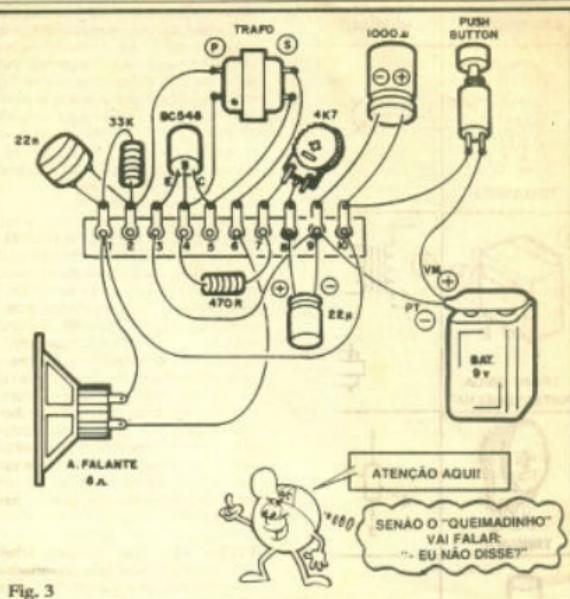

Fig. 3
- FIG. 3 - "Chapeado" da montagem (vista real das peças e suas interligações, sobre a "ponte" de terminais...). Atenção às ligações do transistor, transformador, polaridade dos capacitores eletrolíticos e da alimentação (fios que vêm da bateria). Aqui valem os "truques" já enumerados nas "Aulas" e "Lições" anteriores, que facilitam a montagem e previnem erros, inversões e "esquecimentos".